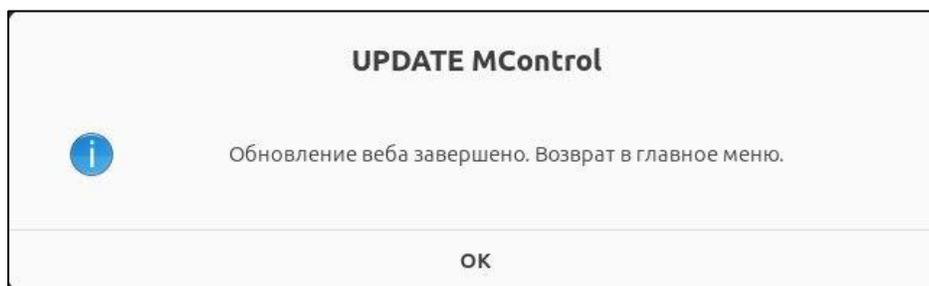

Рисунок 90 – Уведомление о завершении обновления веб-интерфейса
- 2) По завершении обновления отобразится уведомление о завершении (Рисунок 90). Нажмите «OK».